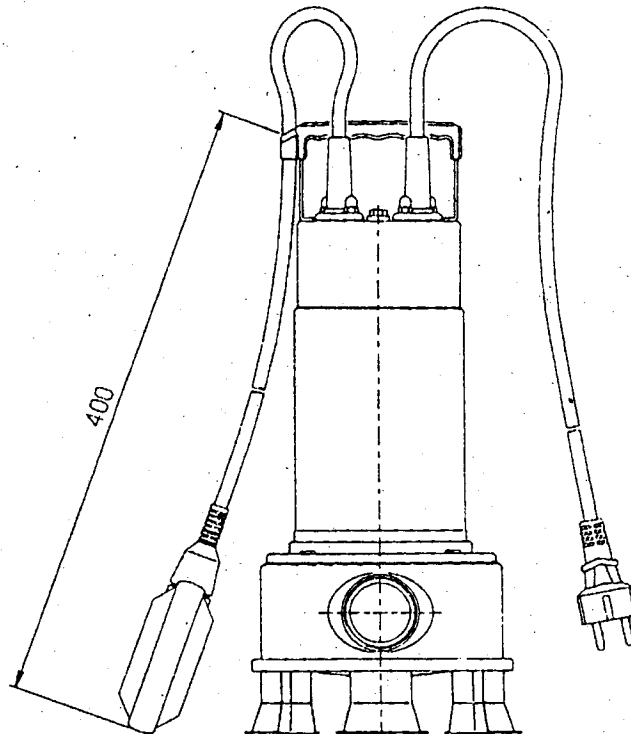

fig. 6 - Abb. 6 - fig. 6 - kuva 6 - afb. 6 - fig. 6 - εικ. 6
15.6. SCHEMA ELETTROPOMPA PER REGOLAZIONE LUNGHEZZA CAVO GALLEGGIANTE (fig. 6)
15.6. ELECTROPUMP DIAGRAM FOR ADJUSTING FLOAT CABLE LENGTH. (fig. 6)
15.6. RÉGLAGE DE LA LONGUEUR DU CABLE FLOTTEUR (fig. 6)
15.6. SCHEMA DER ELEKTROPUMPE FÜR DIE ANPASSUNG DER SCHWIMMERKABELLÄNGE (Abb. 6)
15.6. ESQUEMA ELECTROBOMBA PARA LA REGULACIÓN LONGITUD DEL CABLE DEL FLOTADOR (fig. 6)
15.6. JUSTERING AV FLOTTÖRKABELNS LÄNGD (fig. 6)
15.6. ELEKTROPUMPE DIAGRAM FOR JUSTERING AF FLYDEKABLETS LÆNGDE (fig. 6)
15.6. SCHEMA ELEKTROPOMP VOOR BIJSTELLING LENGTE DRIJVENDE BUIS (afb. 6)
15.6. ESQUEMA DA BOMBA ELÉCTRICA PARA A REGULAÇÃO DO COMPRIMENTO DO CABO DO FLUTUADOR (fig. 6)